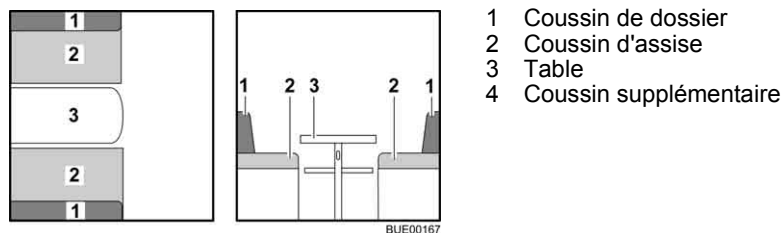

Fig. 123 Avant la transformation
- Convertir la table (Fig. 123,3) en sommier de lit (voir paragraphe 6.11).
- Enlever les coussins de dossier (Fig. 123,1) et les placer de côté.